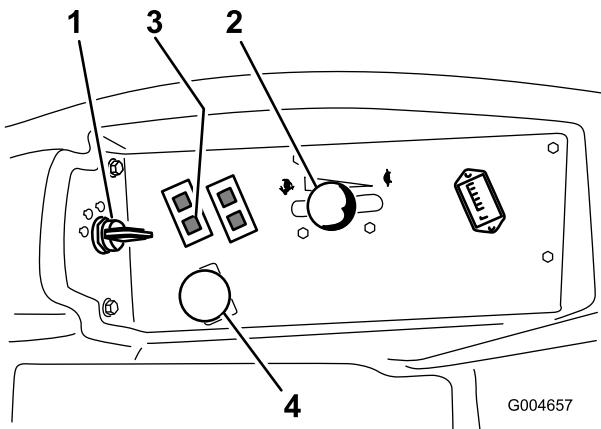

Figura 18
5. Portate la leva dell'acceleratore al centro tra le posizioni Minima e Massima (Figura 18).